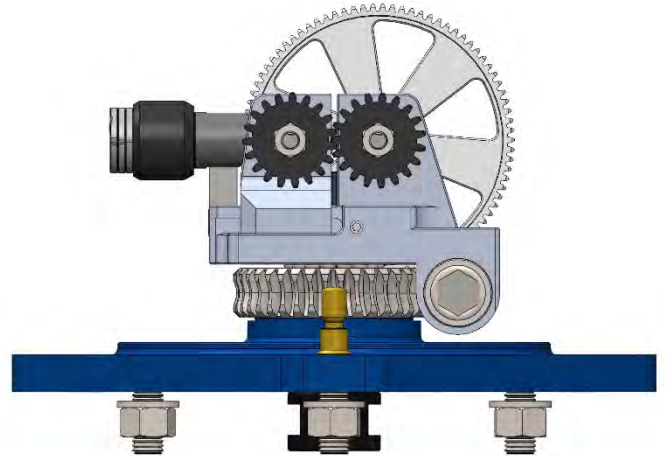

Abbildung 19
1. Entfernen Sie das Schutzgehäuse oder öffnen Sie die seitlichen Schutztüren, wie in den vorherigen Kapiteln beschrieben. (Abbildung 19)